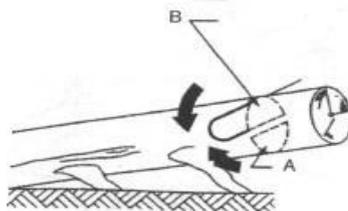

Fig. 15
**TRONCO GIACENTE A TERRA SU UN'ESTREMITÀ:** Se il tronco poggia a terra solo su un'estremità, per evitare che ci siano schegge, segare prima  $1/3$  del diametro del tronco (Fig. 15-A) dal basso verso l'alto e poi, per evitare che la barra si incastri, eseguire il secondo taglio dall'alto verso il basso ( $2/3$  del diametro) in corrispondenza del primo taglio (Fig. 15-B).